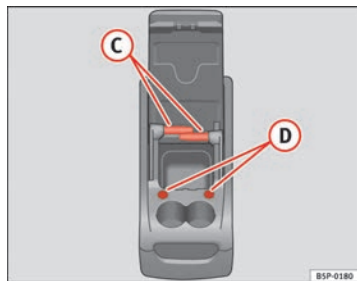

Abb. 115 Zusätzliche Ablage. Funktionen
Für die Benutzung des Tisches (C) ⇒ Abb. 115 muss er aus seiner Aufnahme an der Seite der zusätzlichen Ablage herausgenommen und in seiner Halterung (D) ⇒ Abb. 115 auf der Frontseite der zusätzlichen Ablage eingehängt werden.